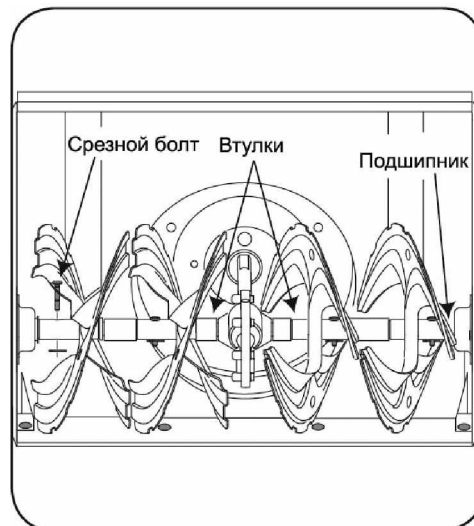

Рис. 19.
5. **Вал привода шнека:** Один и более раз в сезон снимайте срезные болты с вала привода шнека. Заправьте смазку в отверстия вала и вокруг втулок. Смажьте подшипники, расположенные с каждой стороны вала. См. Рис. 19.